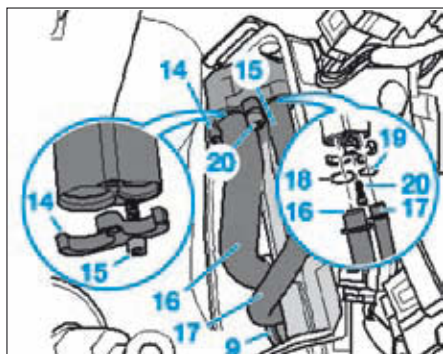

FIG. 20
- Monter le support (14) avec la vis (15) sur le raccord de l'évaporateur (Fig.20).
- Vérifier que les conduites de fluide frigorigène (16) et (17) ne soient ni encrassées ni endommagées.
- Introduire les canalisations (16) et (17) dans l'entrenoise de passage dans le tablier (9).
- Placer les joints toriques (18) et (19) sur les canalisations (16) et (17).
- Mettre en place la vis (20) sans la bloquer pour laisser les canalisations (16) et (17) libres en rotation.
- Serrer les vis (15) et (20) du raccord de l'évaporateur au couple prescrit.